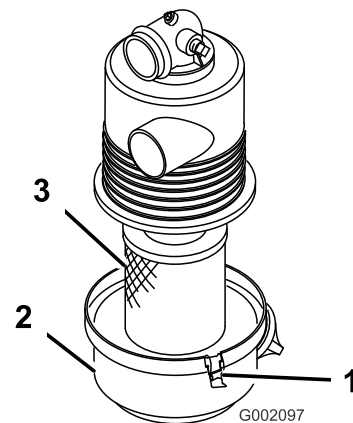

Figura 17
1. Inspeccione la carcasa del limpiador de aire por si hubiera daños, que podrían causar una fuga de aire. Asegúrese de que la tapa hace un buen sello alrededor de la carcasa del limpiador de aire (Figura 17).
2. Abra los enganches que sujetan la tapa del filtro de aire a la carcasa del filtro de aire (Figura 17).
3. Separe la tapa del filtro de aire de la carcasa del filtro de aire, y limpie el interior de la tapa (Figura 17).
3. Instale el elemento del filtro de aire en la carcasa del filtro de aire (Figura 17).
4. Alinee la tapa del limpiador de aire con la carcasa del limpiador de aire (Figura 17).
5. Sujete la tapa a la carcasa con los enganches (Figura 17).